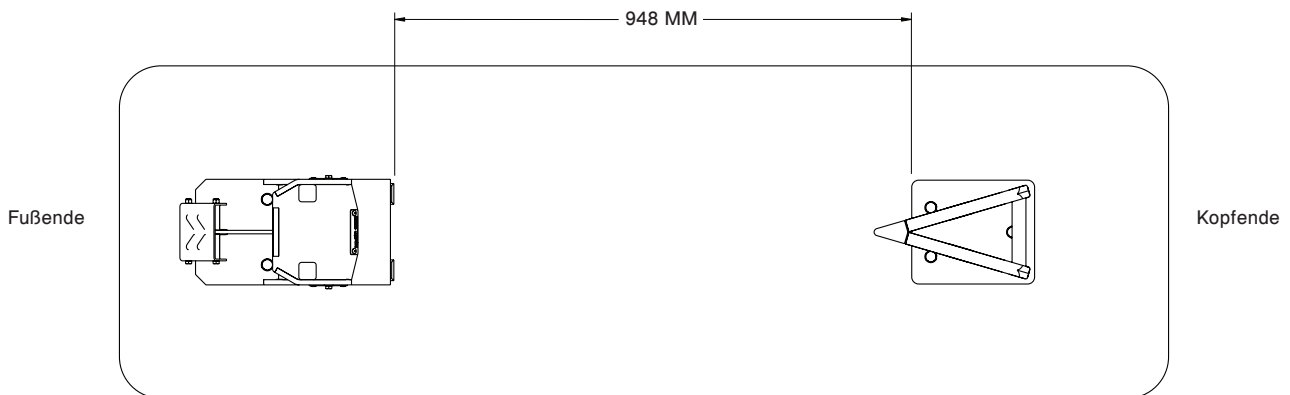

Abbildung 11 - Befestigungszwischenraum
8. Den in Abbildung 11 dargestellten Zwischenraum zwischen den Befestigungen sicherstellen.